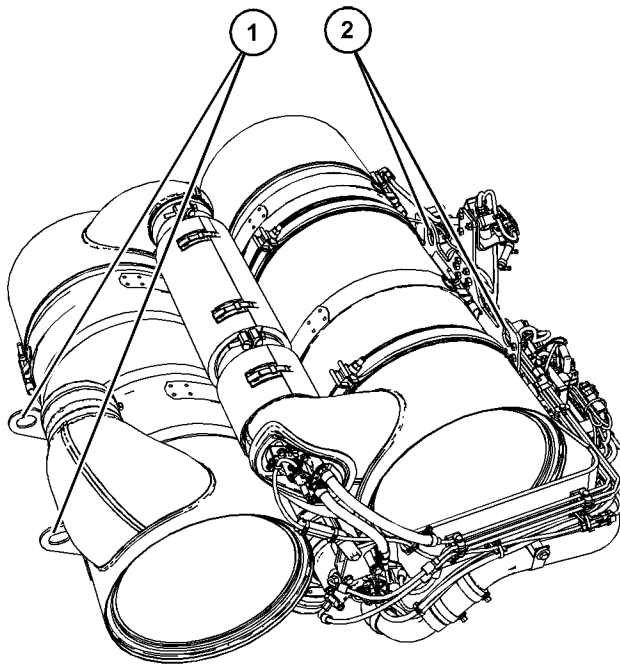

Ilustración 27
- (1) Cáncamos de levantamiento de CEM
- (2) Cáncamos de levantamiento de CEM
Asegúrese de utilizar los 4 cáncamos de levantamiento durante el levantamiento del CEM. Utilice solamente los cáncamos de levantamiento (1) y (2) para levantar el CEM, consulte la ilustración 27.